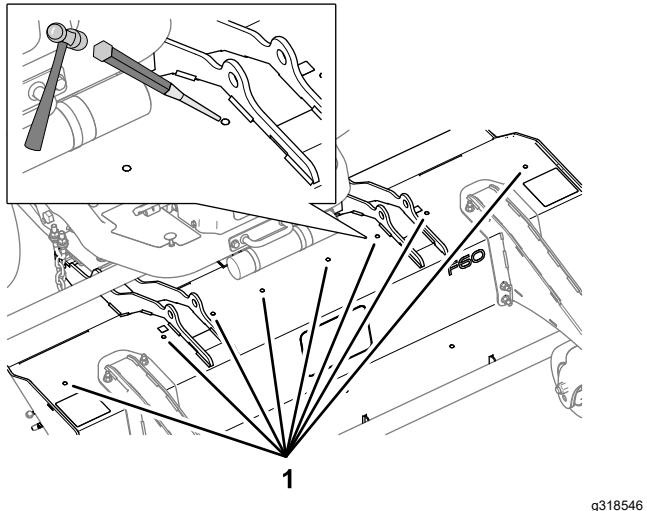

Figura 3
- Identifique os oito tampões extraíveis na parte superior da plataforma (Figura 3).
- Utilize um punção e martelo para remover os oito tampões extraíveis da parte superior da plataforma (Figura 3).